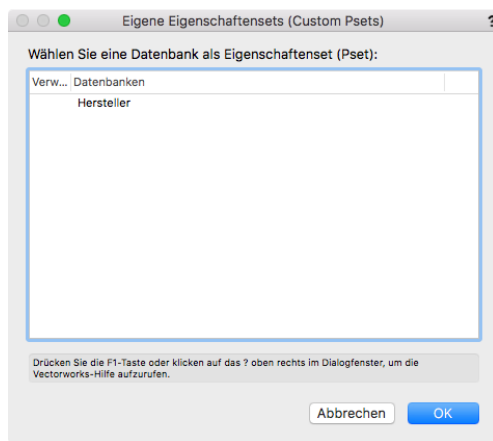

BILD 22
5. Klicken Sie im Reiter „Daten“ der Infopalette auf **Eigene Eigenschaftensets**. Das Dialogfenster „Eigene Eigenschaftensets (Custom Psets)“ öffnet sich (**BILD 22**). Setzen Sie dort in der Spalte links neben dem gewünschten IFC-Eigenschaftenset ein Häkchen.